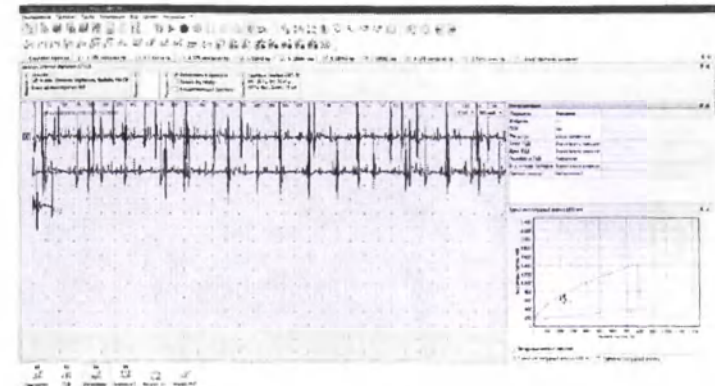
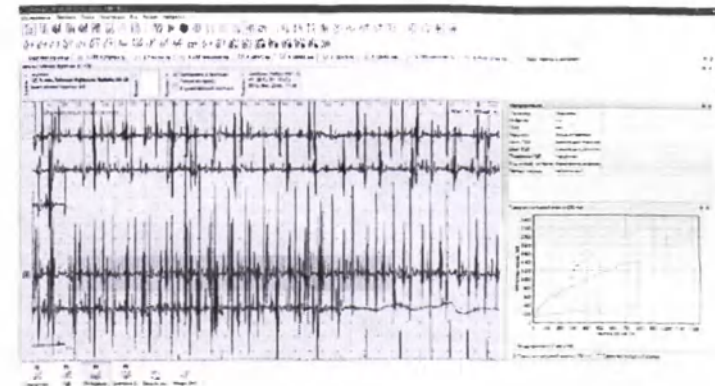

Рис. 199. Анализ отдельной кривой (остальные кривые скрыты двойным нажатием левой кнопки мыши)
Рис. 200. Анализ выделенного участка кривой
2. Методом выделения отдельных кривых (рис. 199) или выделения участка кривой (рис. 200) можно оценить распределение турнов отдельных элементов записанных данных.